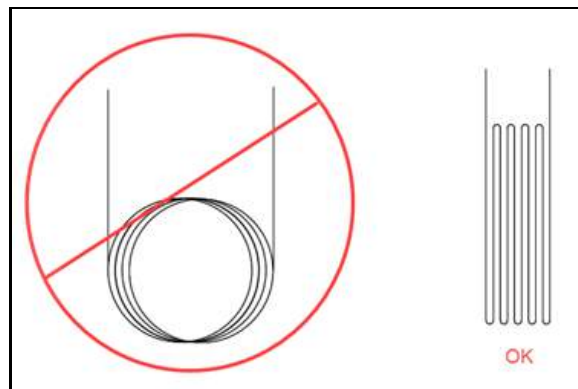

ABBILDUNG 2-4. EMPFEHLUNG ZUR VERLEGUNG DES KABELS
- Länge zurück im Gehäuse der DAAS-Konsole und sichern Sie diese, wie es in Abbildung 2-4 gezeigt wird.